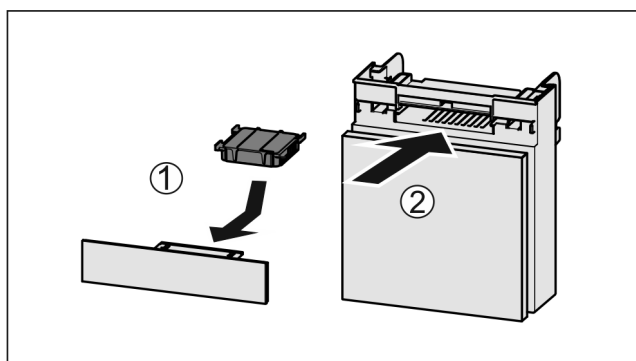

Fig. 138
- ▶ Aktivni ogljeni filter vstavite Fig. 138 (1) skladno s prikazom na sliki.
- ▶ Predal potisnite noter Fig. 138 (2).